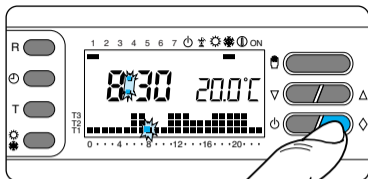

Fig. 45
**9.2** - Premere il pulsante  $\diamond$  (fig. 45).